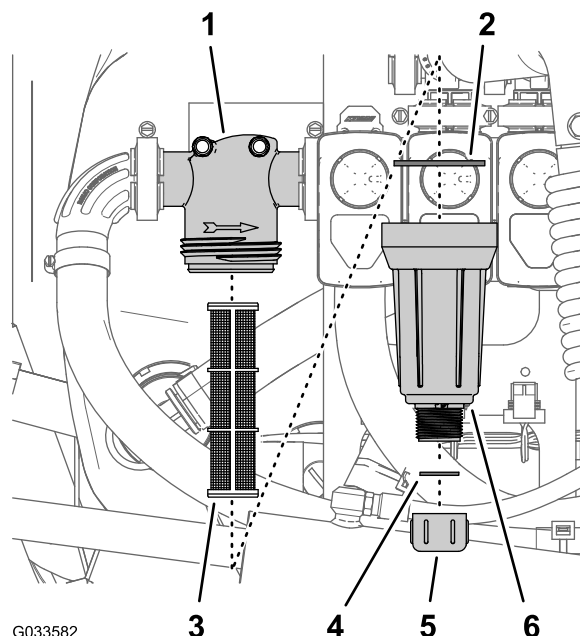

Figure 97
2. Placez un bac de vidange sous le filtre sous pression (Figure 97).
3. Tournez le bouchon de vidange dans le sens antihoraire et déposez-le de la cuvette du filtre sous pression (Figure 97).
4. Tournez la cuvette dans le sens antihoraire et déposez la tête du filtre (Figure 97).
5. Retirez l'élément du filtre sous pression (Figure 97).
7. Contrôlez l'état et l'usure du joint du bouchon de vidange (à l'intérieur de la cuvette) et du joint de la cuvette (à l'intérieur de la tête du filtre) (Figure 97).
8. Montez l'élément filtrant dans la tête du filtre sous pression (Figure 97).
9. Vissez la cuvette sur la tête du filtre et serrez-la à la main (Figure 97).
10. Vissez le bouchon de vidange sur le raccord au fond de la cuvette et serrez-le à la main (Figure 97).